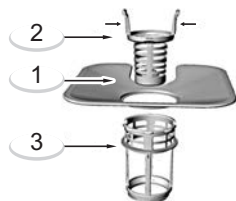

Рис.19
- Система фильтров (рис. 19) состоит из фильтра грубой очистки, плоского (основного) фильтра и микрофильтра (фильтра тонкой очистки).